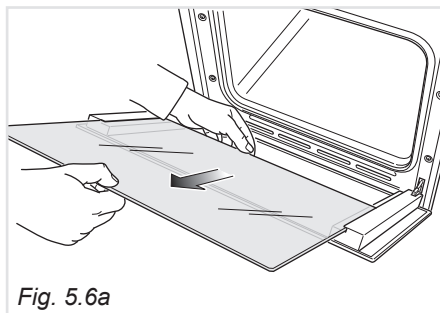

Fig. 5.6a
- Sfilare delicatamente il vetro interno (fig. 5.6a) e pulirlo con prodotti idonei. Asciugarlo sempre accuratamente.